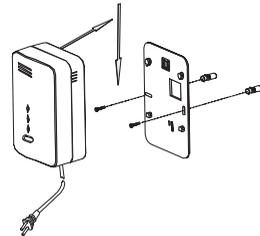

Fig. 2
3. Utilizzando una punta di trapano da 5 mm, eseguire due fori nei punti segnati ed inserire i tasselli (fig. 2).
5. Allineare il lato del supporto e il rilevatore. Premere il rilevatore sul supporto di montaggio e fissarlo (vedere direzione frecce fig. 2). Tirare il rilevatore verso l'esterno per assicurarsi che sia ben fissato al supporto.